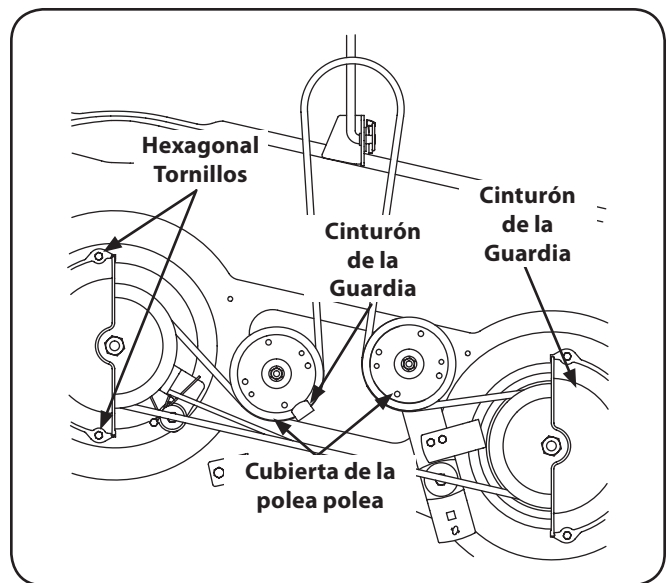

Figura 7-8
2. Quite a los protectores de la correa quitando los tornillos del maleficio que los sujetan a la cubierta. Vea Figura 7-8.